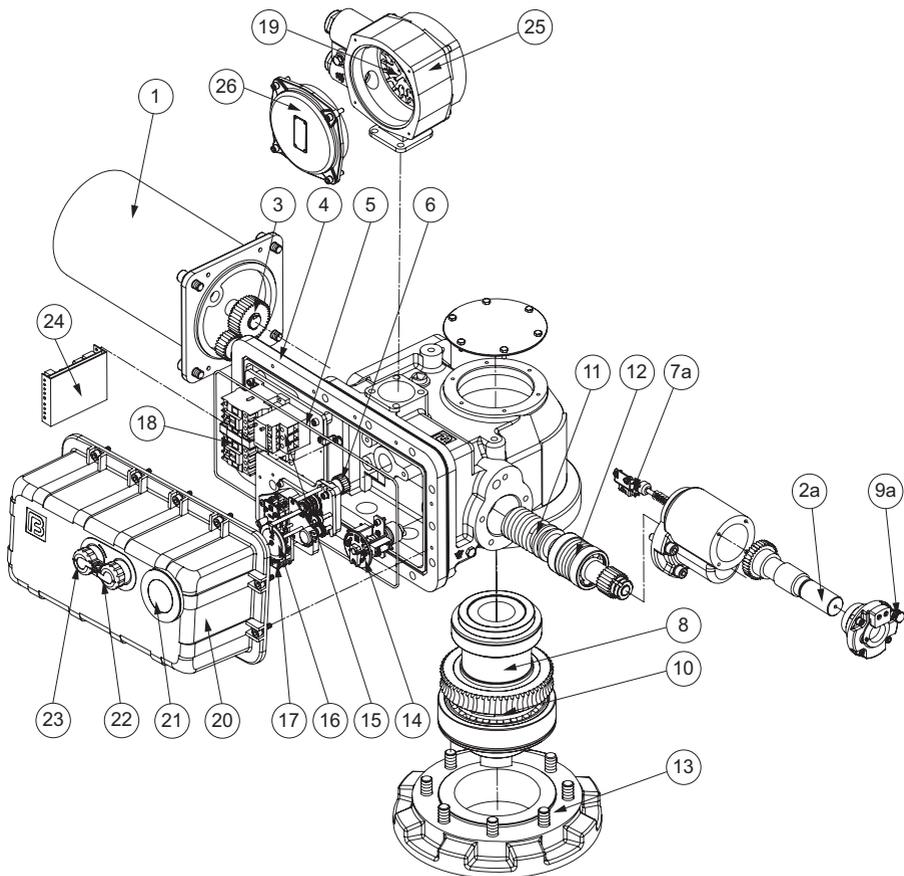

Рис. 5 Электроприводы типа ГЗ-ВВ, ГЗ-ВГ, ГЗ-ВД КСК
## **2.2. Электроприводы типа ГЗ-ВВ, ГЗ-ВГ, ГЗ-ВД КС (рис. 5)**
Электроприводы типа ГЗ-ВВ, ВГ, ВД имеют идентичную конструкцию. Корпус (4) (рис. 5) – литой, к корпусу крепятся редуктор маховика ручного дублёра (21), электродвигатель (1), взрывозащищенная клеммная коробка (19, 20), монтажный фланец (12). В корпусе установлены червячный редуктор (9, 10) с тарельчатыми пружинами (11), выходной вал (7), двухсторонняя муфта ограничения крутящего момента (13), ограничитель хода выходного вала (14) и индикатор положения затвора арматуры (15).